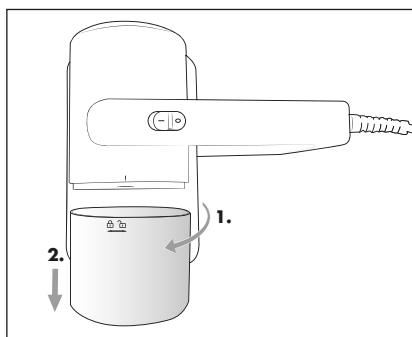

Fig. 4
- 1) Për të hequr koshin e pluhurit **4** nga pajisja, rrotullojeni atë në kahun antiorar derisa shenja në pajisje të jetë mbi simbolin  (hapur) (Fig. 4).